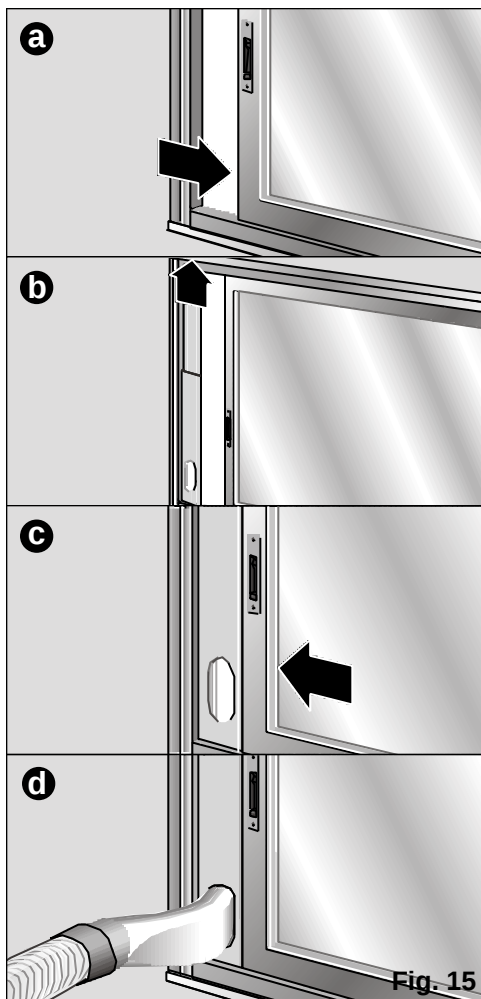

Fig. 15
- Il est également possible d'utiliser l'accessoire d'installation coulisse fenêtre / balcon (voir Description des accessoires), **Fig. 15 : a, b, c, d.** Celui-ci sert aussi bien pour les fenêtres horizontales que verticales / les balcons.